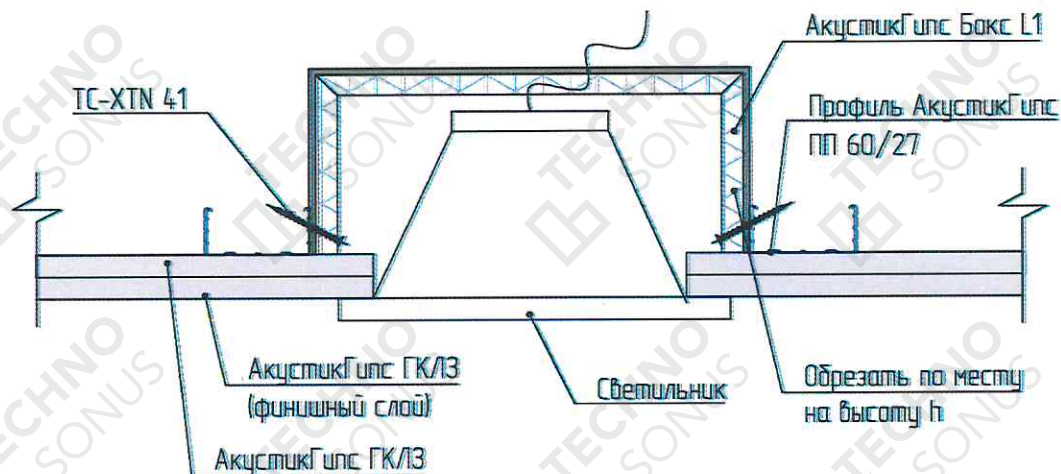

Рисунок 10 – Устройство потолочного светильника в типовые конструкции звукоизоляционных потолков
6.9. Выполнить установку звукоизоляционных ниш под потолочные встраиваемые светильники АкустикГипс Бокс L1 (если предусмотрена проектом именно эта модель) при помощи устройства перемычек-закладных из направляющего профиля АкустикГипс Профиль ППН 28x27 (рисунок 10). Перед установкой АкустикГипс Бокс L1, в коробе необходимо просверлить отверстие диаметром больше сечения провода на 5 мм. Через него заводим провод и фиксируем к закладным на саморезы ТС-ХТН 3,9x41. Важно установить АкустикГипс Бокс L1 в одну плоскость с каркасом. После установки заполняем отверстие вокруг провода виброакустическим герметиком Сонетик. Устройство акустических ниш под трековые светильники отображено на рисунке 9. Все элементы коммуникаций, проходящих через облицовку звукоизоляционного потолка, должны быть герметизированы с помощью виброакустического герметика Сонетик Акрил после сборки системы. Если предполагается отделка поверхности панельными материалами или натяжным потолком, то возможно использование виброакустического герметика Сонетик Силикон.